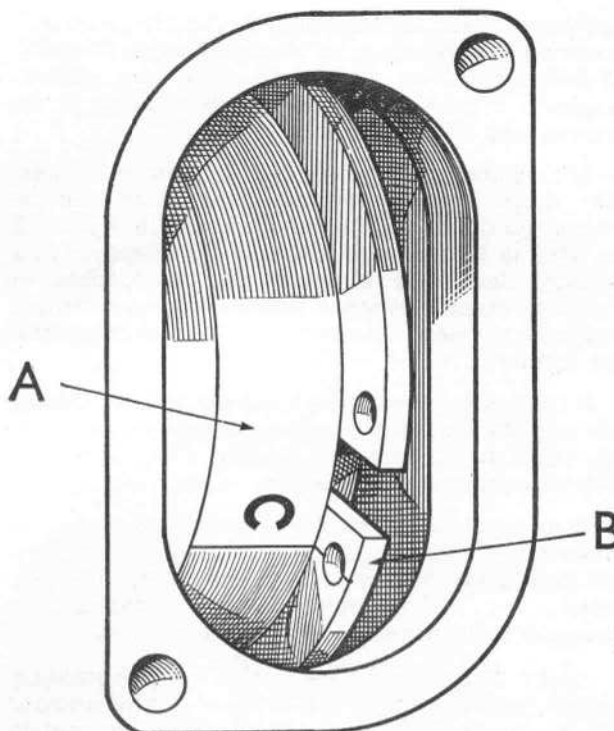

Figure 15. CALAGE DE LA POMPE D'INJECTION
3. Déposer la plaque de visite latérale de pompe et déplacer le circlip de façon à amener son extrémité repérée en face du repère 'C' sur le rotor de pompe (voir figure 15). Pour faire tourner le circlip de pompe s'aider d'un tourne-vis.